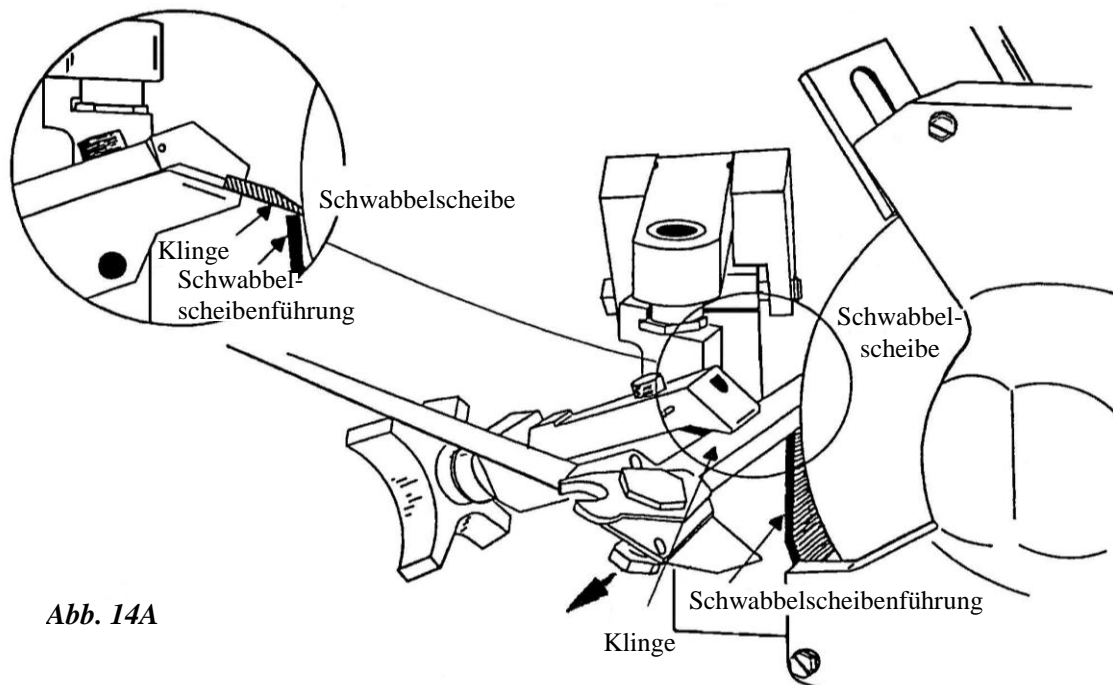

Abb. 14A
8.4.7 Polieren der Klinge - Fortsetzung (Siehe Abb. 14A)
Schritt 3 - Die Klinge gegen die Schwabbel-scheibenführung legen. Mit der Klinge die Schwabbel-scheibe berühren und von Drehzapfen bis Spitze über die Scheibe bewegen, siehe Pfeil in Abb. 14A.